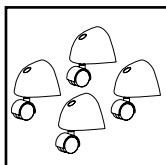

FIGURA 1
1. Encontrará cuatro conjuntos de ruedas, **FIGURA 1**, y cuatro tornillos con su aspiradora para húmedo/seco.